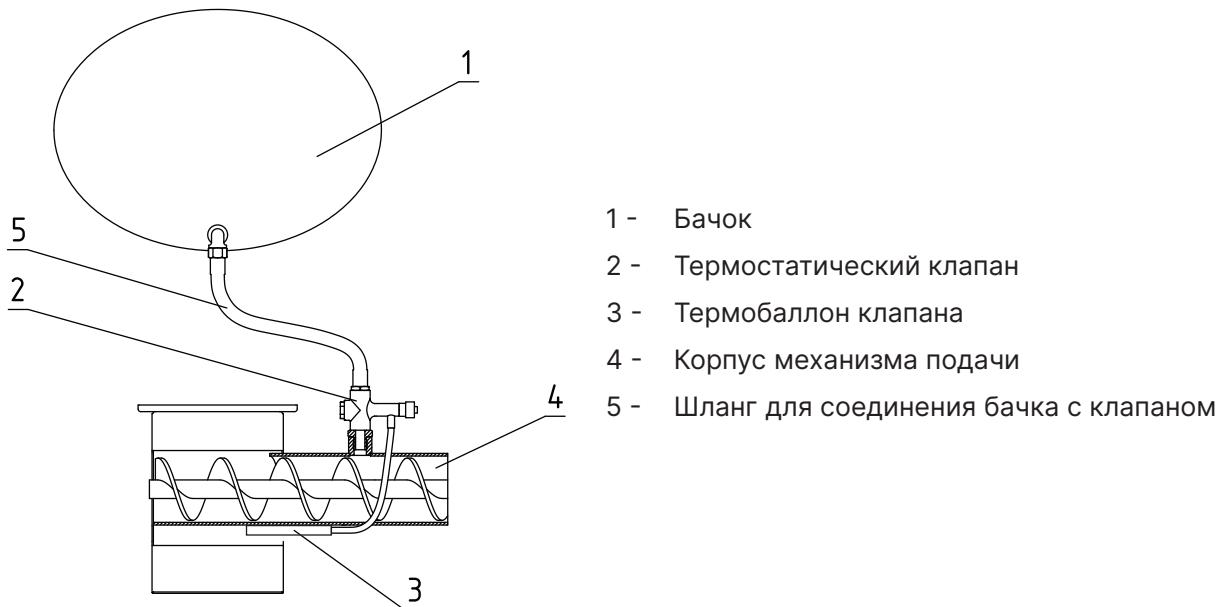

Рис.4 Система охлаждения топливопровода
- Для обеспечения полной пожарной безопасности необходимо устанавливать систему охлаждения топливопровода (доступно в качестве опции, **см. Рис.4**);
Внимание! Термобаллон клапана (**Рис.4, поз.3**) должен быть зафиксирован в гильзе двумя винтами.